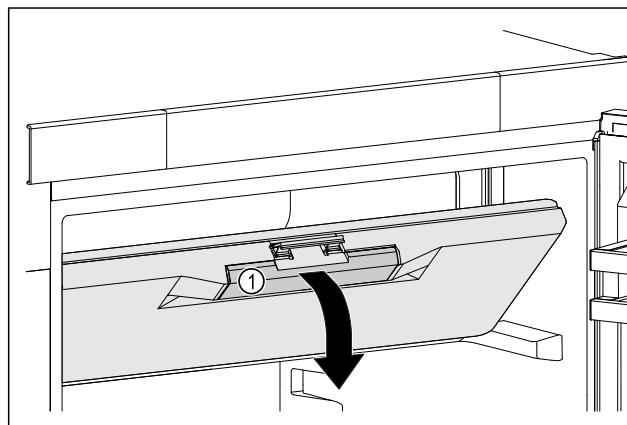

Fig. 23
- ▶ Vriesvakdeur aan de verzonken grepen Fig. 23 (1) vastpakken.